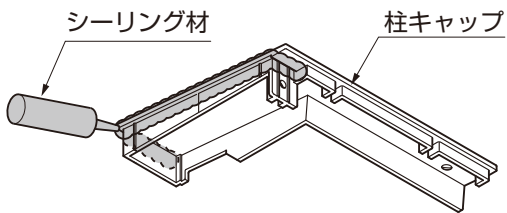

図7-2
- 指定の箇所には、必ずシーリングをしてください。(図7-2、図7-4参照)